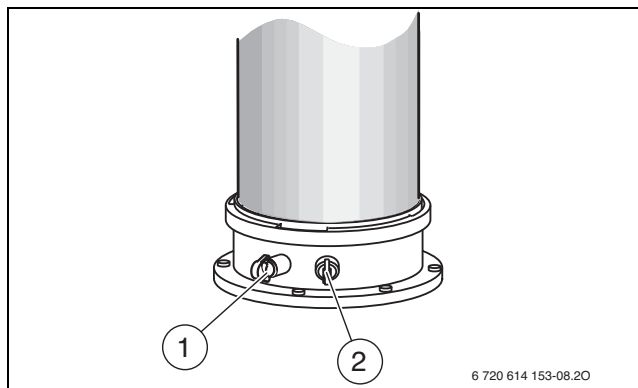

Fig. 43 Pieza de conexión para la medición de los gases de escape y pieza de conexión para la medición del aire de combustión
- Retirar tapones de los soportes de medición de gases de escape [1] (→ fig. 43).